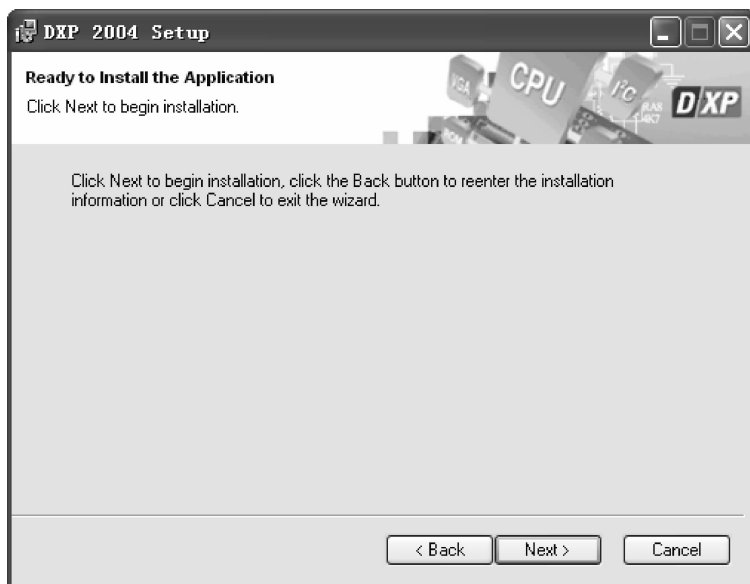

图 1-5 【进入安装】对话框
(5) 步骤五 单击【Next】按钮,将弹出一个对话框,提示进入 Protel DXP 2004 的安装,如图 1-5 所示。